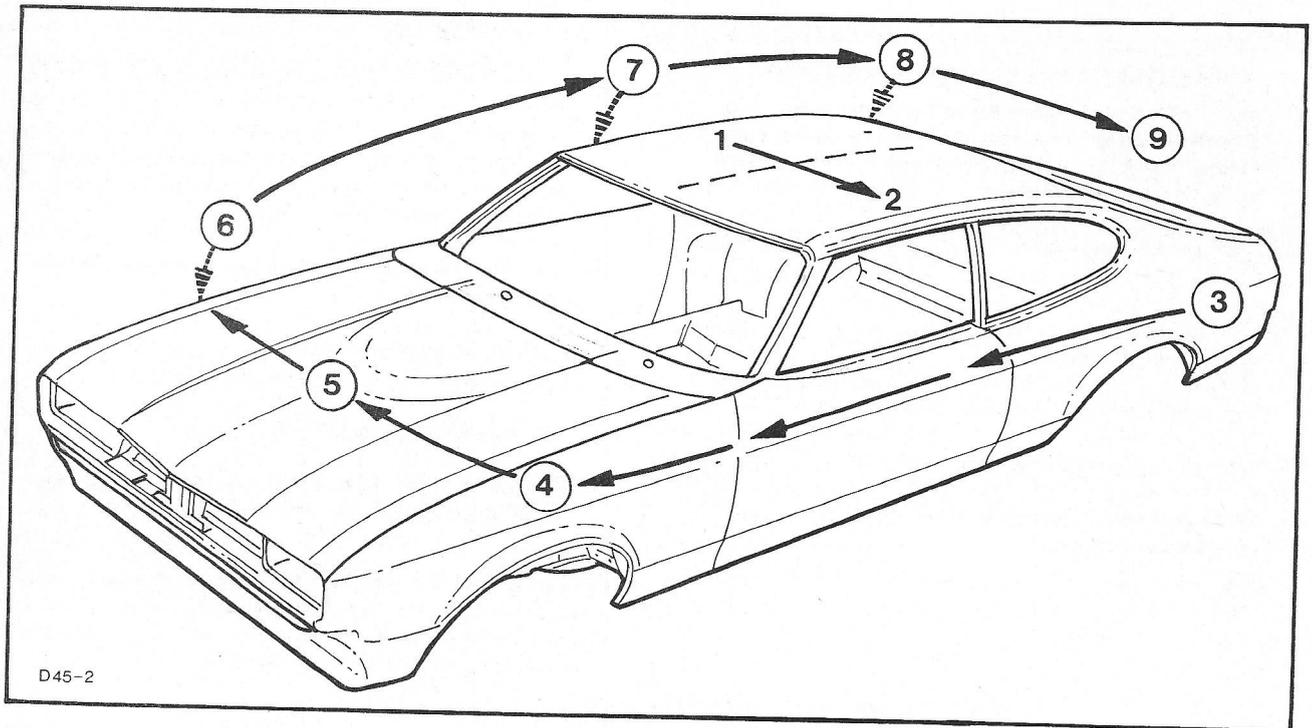

Fig. 17 Spuitschema
E. Voorbeeld van een spuitschema (Fig. 17)